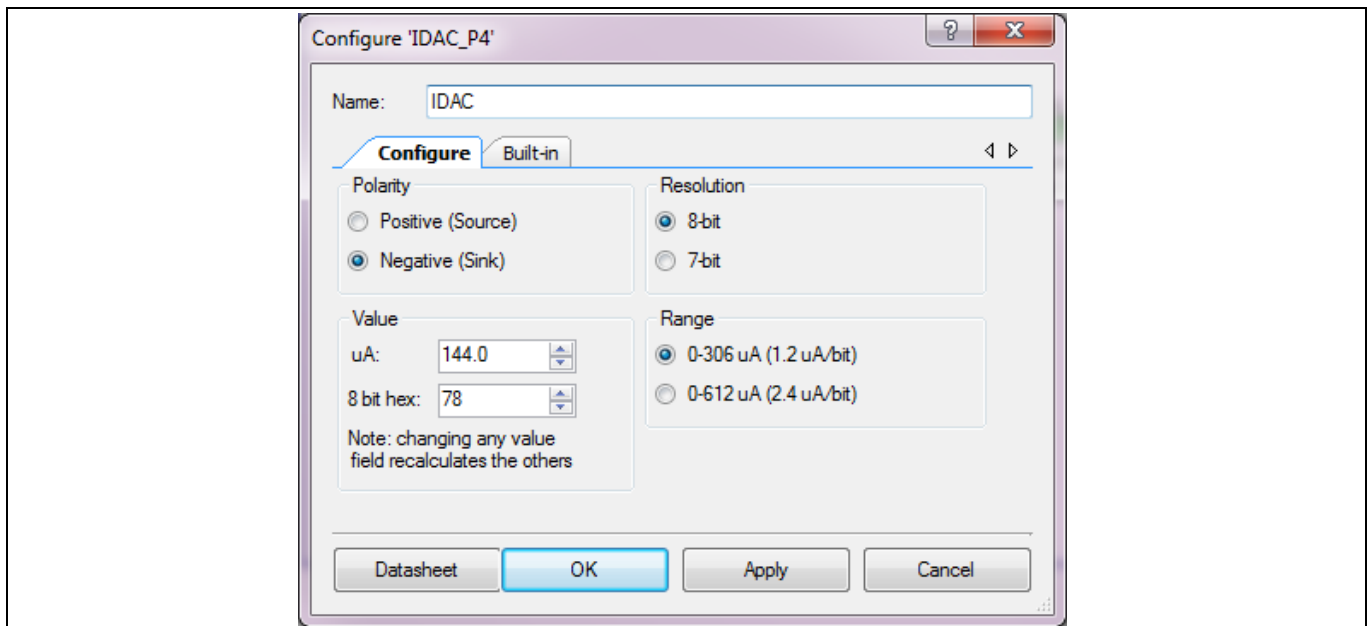
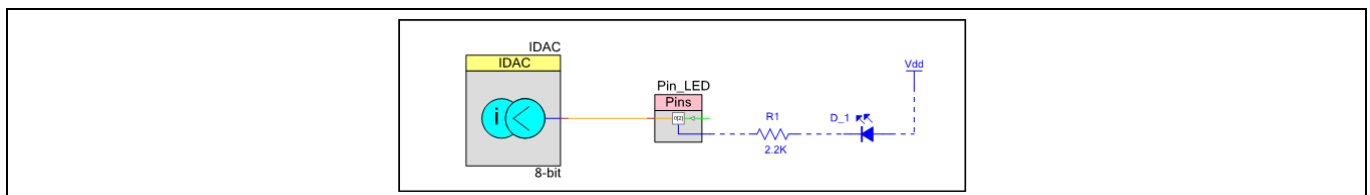

Figure 73 IDAC 設定
Figure 74 PSoC™ Creator のアナログおよびデジタルスイッチングスキームの回路図
- Figure 73 に示すように IDAC の **Polarity** を **Negative (Sink)** として設定してください。Figure 74 に示すように IDAC をアナログ端子に接続してください。